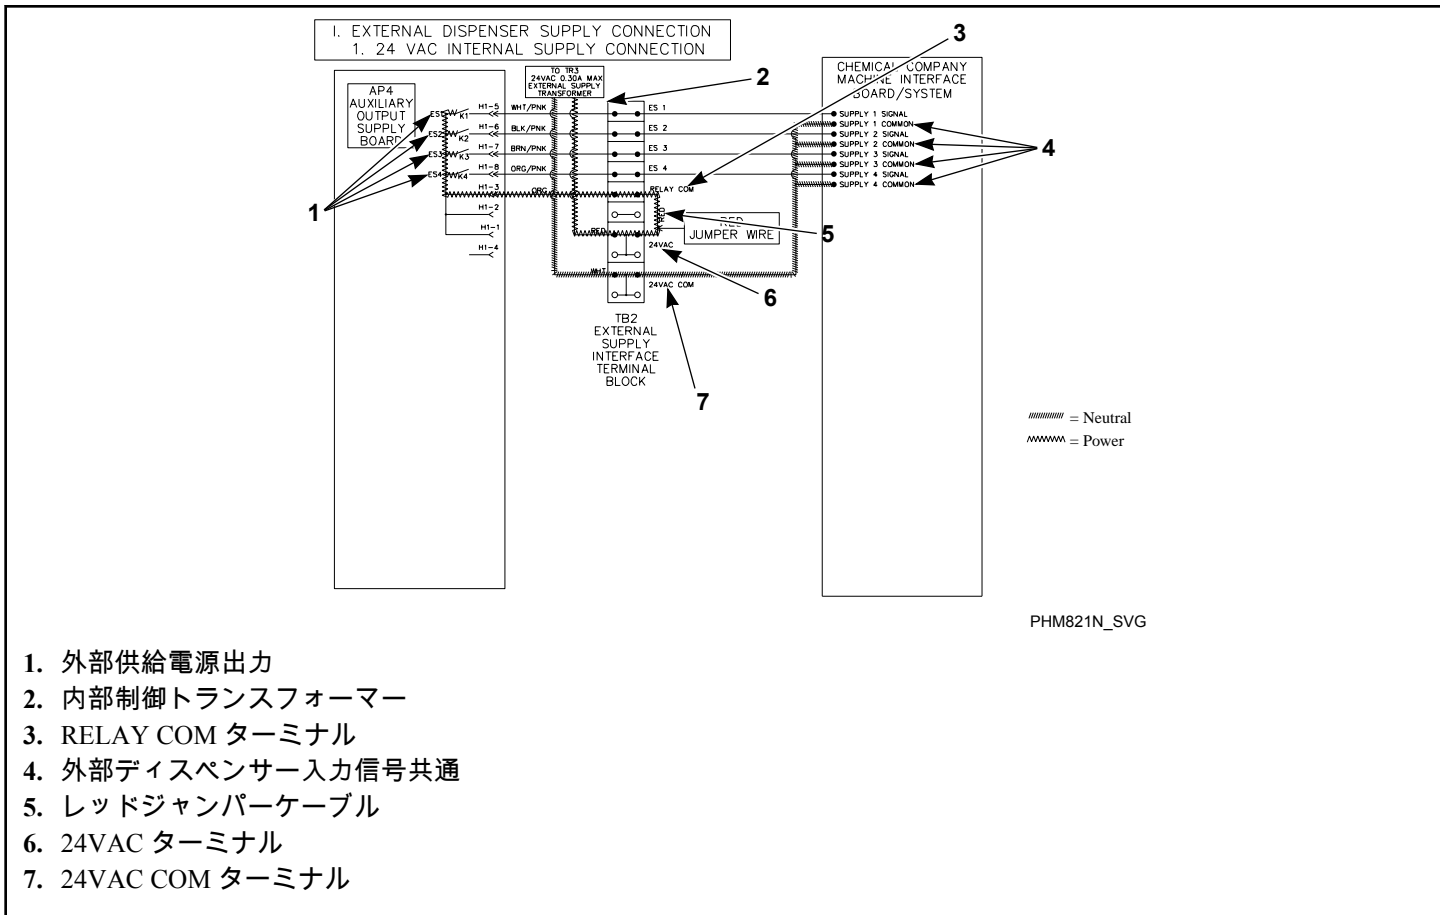

図 27
- 二番目のターミナルは制御トランスフォーマーのもう一本の側と装置出力信号共通を、「24VAC」および「RELAY COM」の間のレッドジャンパーケーブル経由で接続します。図 27 を参照してください。